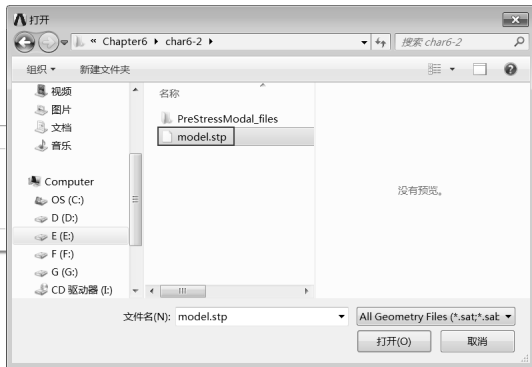

图 6-37 “打开”对话框
Step2 : 在弹出的“打开”对话框中选择文件路径, 导入 model.stp 几何体文件, 如图 6-37 所示, 此时 A3 Geometry 后的 ? 变为 ✓, 表示实体模型已经存在。